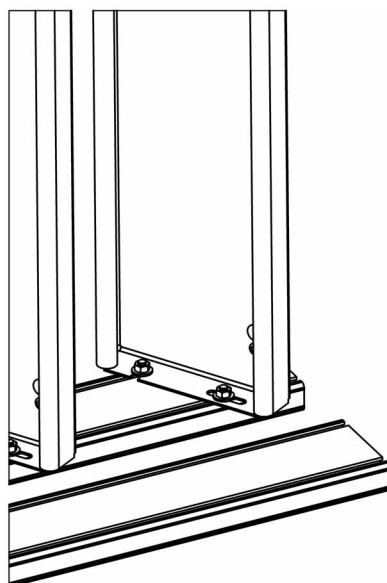

Abb. 6
4.2 Eine der beiden Treppenwangen auf eine gerade Unterlage auflegen (Markierung nach oben) und die Stufen von oben beginnend mit Hammerkopfschrauben einbauen (Punkt 1, 4 und 4.1 und Abb. 6 und 7 beachten)